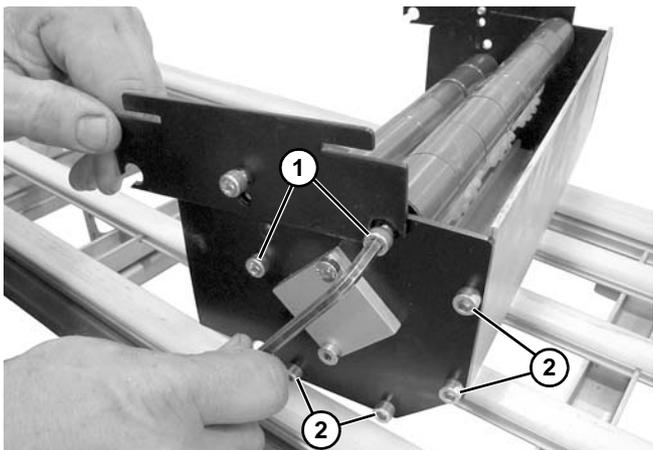

Figure 50
- Retirer les deux vis (**Figure 50, élément 1**) de chaque côté du module d'entraînement central.
- Retirer les quatre vis (**Figure 50, élément 2**) du côté sans moteur du module d'entraînement central.